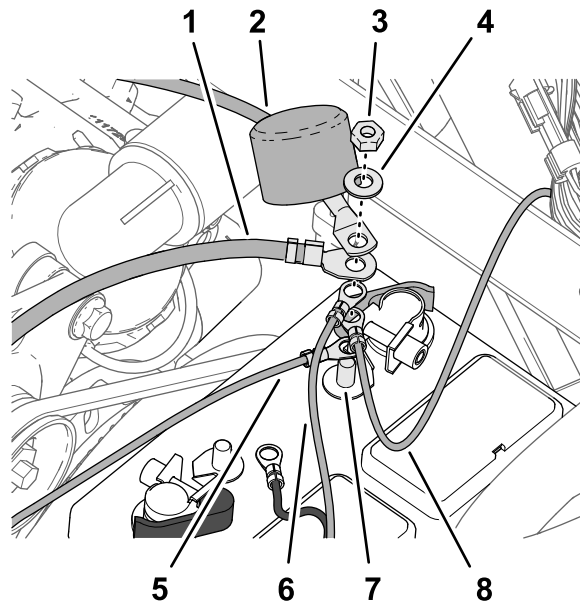

図 211
2. 以下のワイヤおよびケーブル端子を、バッテリーのプラス端子のねじ山付きポストに、以下の順序で取り付ける図 211
4. バッテリーのスタータ向けプラスケーブルの絶縁カバーをねじ山付きポストに取り付ける図 211。